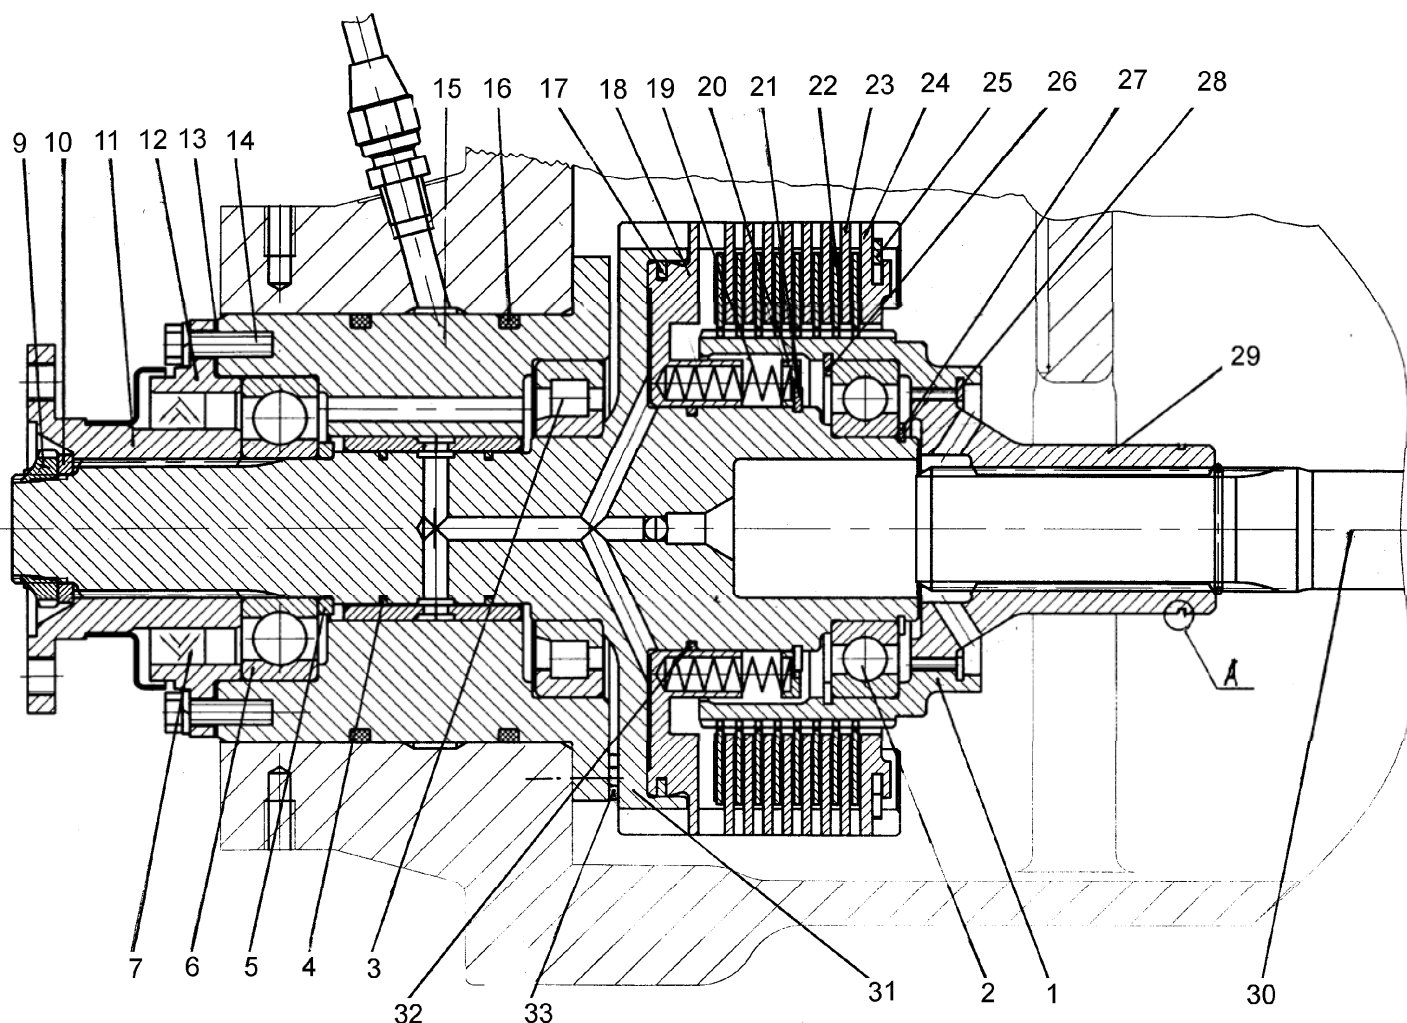

Рис.5.26 Привод ПВМ.
- 1) отсоедините фланец карданного вала от фланца (11), (рисунок 5.26), привода ПВМ;
- 2) извлеките вал (30), (рисунок 5.26), из муфты (29);
- 3) отверните болты (33), (рисунок 5.26), крепящие муфту привода ПВМ к корпусу муфты сцепления, и, заворачивая болты в демонтажные отверстия на фланце стакана (15), выньте привод ПВМ из расточки корпуса муфты сцепления;
- 4) снимите уплотнительные кольца (16), (рисунок 5.26);
- 5) снимите стопорное кольцо (25), (рисунок 5.26), и выньте из барабана (31) упорный диск (24), ведущие (22) и ведомые (23) диски;
- 6) снимите стопорное кольцо (28), (рисунок 5.26), и извлеките муфту (29);
- 7) снимите стопорное кольцо (27), (рисунок 5.26);
- 8) установите на место муфту (29), (рисунок 5.26), и стопорное кольцо (28);
- 9) выпрессуйте съемником или выбейте через надставку, из мягкого металла, за канавку «А», (рисунок 5.26), муфту (1) вместе с подшипником (2) и кольцом (26) с барабана (31);
- 10) снимите стопорные кольца (26), (рисунок 5.26), и (28) и муфту (29);
- 11) выпрессуйте подшипник (2), (рисунок 5.26), из муфты (1);
- 12) надавив на опору пружины (20), (рисунок 5.26), снимите стопорное кольцо (21), опору (20) и пружины (19);
- 13) выньте поршень (18), (рисунок 5.26), с уплотнительным кольцом (17) из барабана (31);
- 14) снимите уплотнительные кольца (17), (рисунок 5.26), и (32) с поршня и ступицы барабана (31);
- 15) отверните гайку (9) и снимите шайбу (10) и фланец (11) с хвостовика барабана (31);
- 16) отверните болты (14), (рисунок 5.26), и снимите корпус (12) с манжетой в сборе и прокладку (13);
- 17) выпрессуйте манжету (7), (рисунок 5.26) из корпуса (12);
- 18) снимите съемником (или используя надставку, установив, её, в центровое отверстие хвостовика барабана (31), (рисунок 5.26)), барабан с кольцами (4) и внутренней обоймой подшипника (3);
- 19) снимите кольца (4), (рисунок 5.26), с хвостовика барабана (31);
- 20) выпрессуйте внутреннюю обойму подшипника (3), (рисунок 5.26), с хвостовика барабана (31);
- 21) выпрессуйте подшипник (6), (рисунок 5.26), из стакана (15) и снимите кольцо (5);
- 22) выпрессуйте из стакана (15), (рисунок 5.26), наружную обойму с роликами подшипника (3).
- 23) напрессуйте внутреннюю обойму подшипника (3), (рисунок 5.26), на барабан (31);
- 24) запрессуйте наружную обойму, с роликами, подшипника (3), (рисунок 5.26), в стакан (15);
- 25) наденьте уплотнительные кольца (4), (рисунок 5.26), на барабан (31);
- 26) смажьте внутреннюю поверхность наружной обоймы подшипника (3), (рисунок 5.26), запрессованную в стакан (15), маслом, применяемым для заправки трансмиссии,
27) наденьте на хвостовик барабана кольцо (5), (рисунок 5.26), и запрессуйте подшипник (6);
28) запрессуйте манжету (7), (рисунок 5.26), в корпус (12), предварительно заполнив полости между уплотнительными кромками и пыльниками манжеты смазкой «Литол – 24» ГОСТ 21150-87 или «ВЕХЕМ LCP GM»;
29) установите на корпус (12), (рисунок 5.26), прокладку (13);
30) закрепите корпус болтами (14), (рисунок 5.26), к стакану (15);